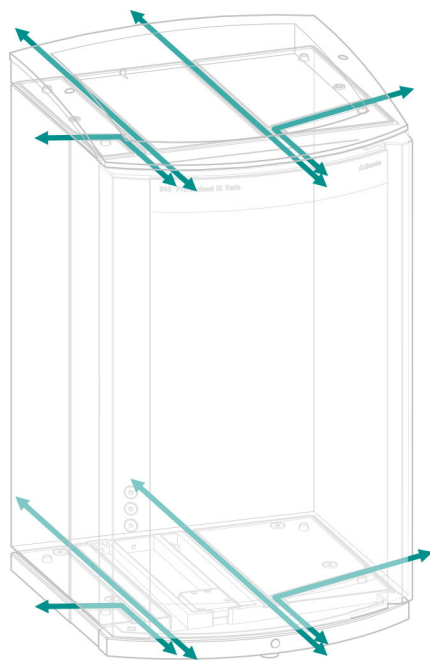

Figure 5 Canaux pour capillaires
- canaux entre l'appareil et le bac de fond ainsi qu'entre l'appareil et le support de flacons (*voir Figure 5, page 15*)